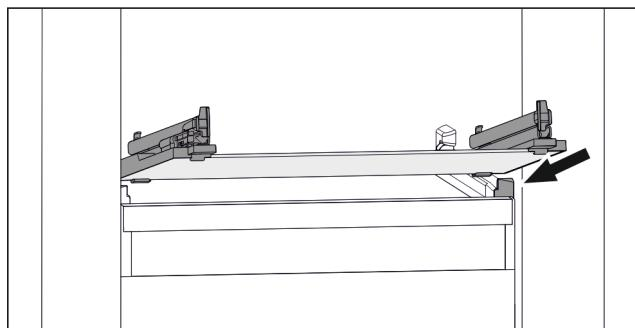

Fig. 95 Příklad znázornění skleněné desky
- Nasadte skleněnou desku šikmo za zarážky. (viz Fig. 95)